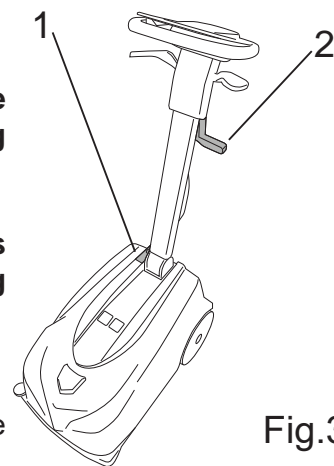

Fig.3
- Slå av maskinen med hovedbryteren (fig.3 - ref.1).
- Løft sugenalen mot spaken (fig. 3 - ref. 2).